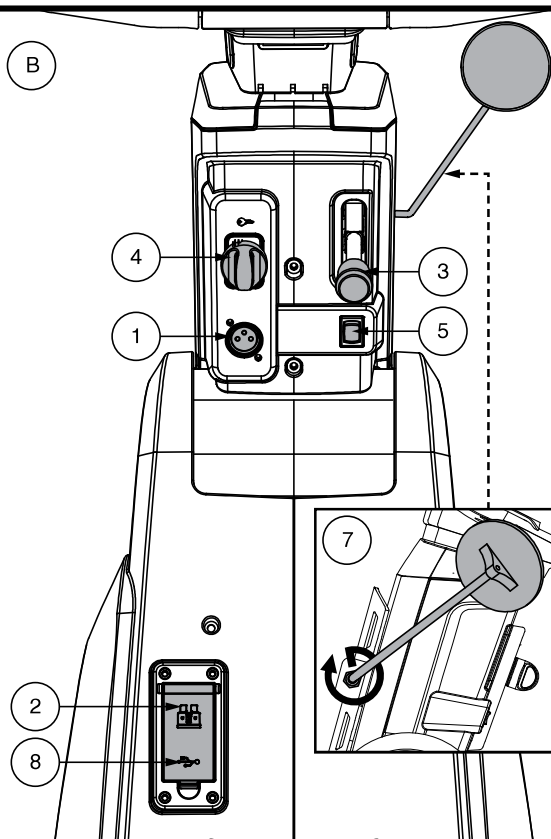

Figura 7. Componenti parte inferiore manubrio
Il cavo di alimentazione del caricatore esterno si collega a questa porta per caricare le batterie. La porta del caricatore esterno si trova sul manubrio. **Vedere figura 7.**
- Inserire la chiave nell'apposito interruttore e quindi ruotare in senso orario per alimentare (accendere) lo scooter. **Vedere figura 7.**
Questo selettore consente di stabilire quale leva dell'acceleratore (destra o sinistra) abilitare. **Vedere figura 7.**